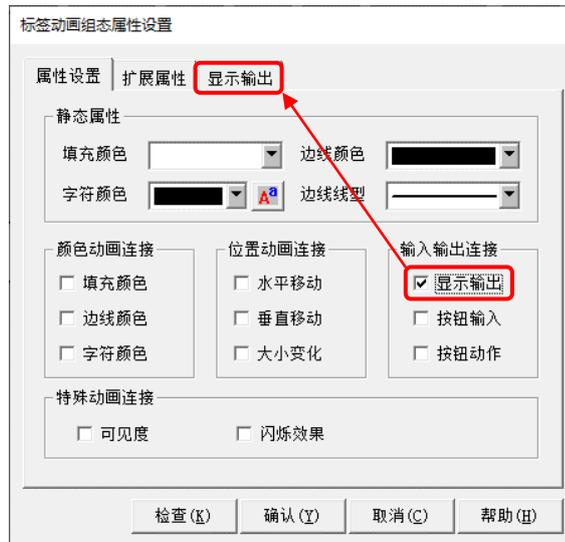

图 2.2-2 标签属性设置
- ② 双击绘制的标签构件，进入【属性设置】。如图 2.2-2 所示，勾选【输入输出连接】→【显示输出】，进入“显示输出”选项卡：